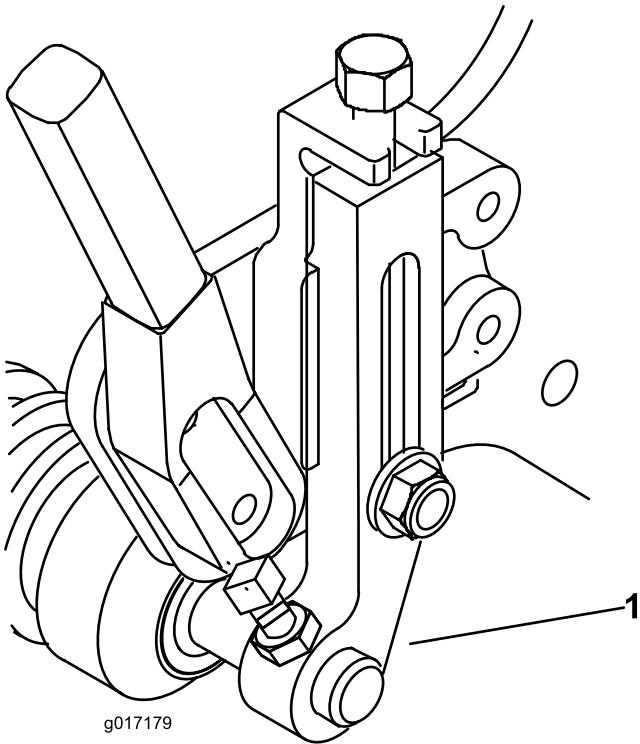

Figura 2
- Apenas no Greensmaster 1600, instale os novos braços da altura de corte e o conjunto do rolo com os parafusos de ajuste da altura de corte, as porcas de segurança e os parafusos previamente retirados (Figura 2).
braços da altura de corte em ambos os modelos têm de ser rodados para a posição para a frente, conforme indicado em Figura 2.